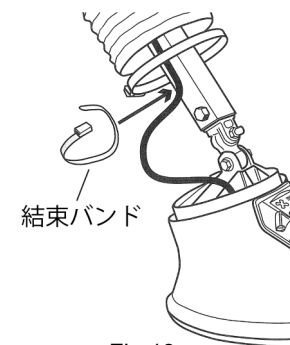

Fig.13
8) リンクに付属の結束バンドで、ケーブルを固定してください。(Fig.13)